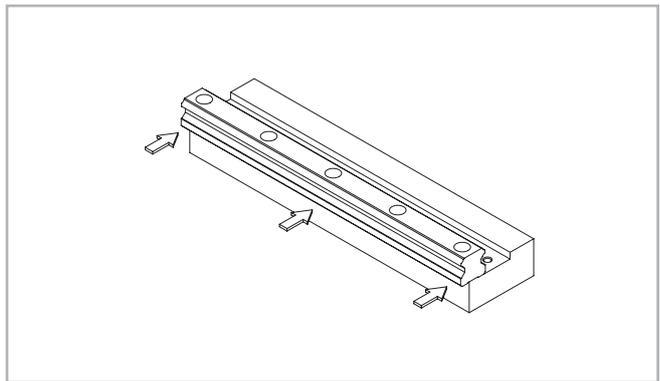
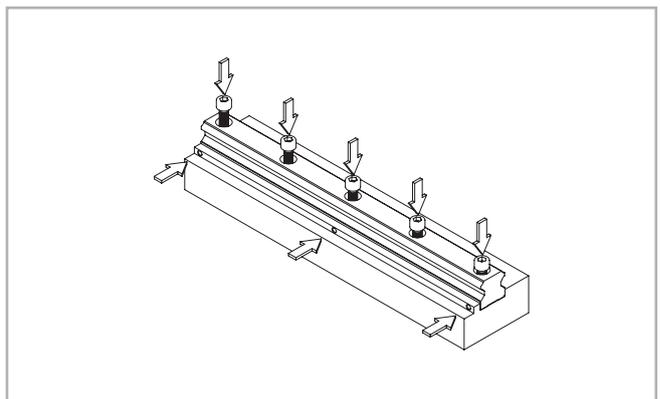

Abb. 54
Abb. 55
(2) Legen Sie die Führungsschiene vorsichtig auf die Montagefläche (s. Abb.54) und ziehen Sie die Befestigungsschrauben vorübergehend leicht an, so dass die Führungsschiene die Montagefläche leicht berührt (richten Sie die Führungsschiene an der Schulterkante der Montagefläche aus, s. Abb. 55).